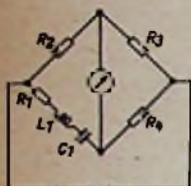
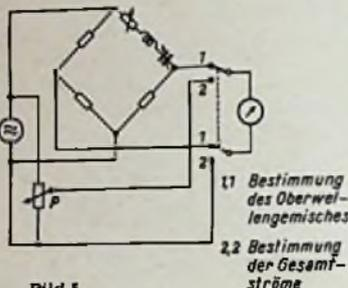

Bild 4. Resonanzmeßbrücke
Bild 5. Klirrfaktormeßbrücke
a) Ausführung (Bild 4)
Ausführung der Klirrfaktormessung (Bild 5)
Die Frequenzmeßbrücke (entweder eine Wien-Robinson- oder eine Resonanz-Brücke nach Bild 4) wird auf die Grundwelle abgeglichen. Im Nullzweig wird der Effektivwert der Oberwellen mit einem quadratisch anzeigenden Meßinstrument (Röhrevoltmeter) bestimmt. Wird nun das Potentiometer P in Bild 5 so eingeregelt, daß sich in den beiden Schalterstellungen 1 und 2 gleiche Ausschläge ergeben, so kann bei entsprechender Eichung von P direkt der Klirrfaktor abgelesen werden.
Die in Bild 5 besprochene Schaltung wird nicht allgemein angewendet. So benutzt man normalerweise zur Bestimmung des von einer Röhre verursachten Klirrfaktors eine Kompensationsmethode. Hierbei entfällt eine Frequenzabstimmung. Voraussetzung ist aber, daß die Eingangsspannung (Meßspannung) sinusförmig, also unverzerrt ist. Bei diesem Verfahren wird keine „Frequenzbrücke“ verwendet. Die Schaltung wird jedoch hier der Vollständigkeit halber ebenfalls aufgeführt.
$$\mathcal{G}_1 = G_{cl} + j\omega(C_{cl} + C_{gk} + C_{F1}) \text{ (vgl. Bild 4)}$$